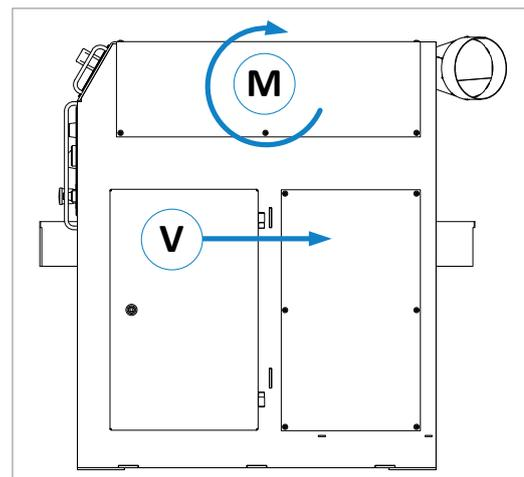

Abbildung 18: Dreh- und Laufrichtung
**Wichtig:** Überprüfen Sie auch die korrekte Drehrichtung der Messerwelle (**M**) sowie die Laufrichtung des Vorschubs (**V**), siehe Pfeilrichtungen in ⇒ Abbildung 18.